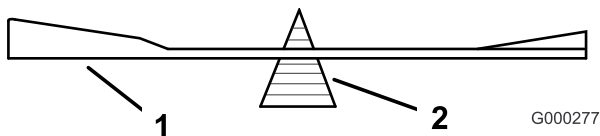
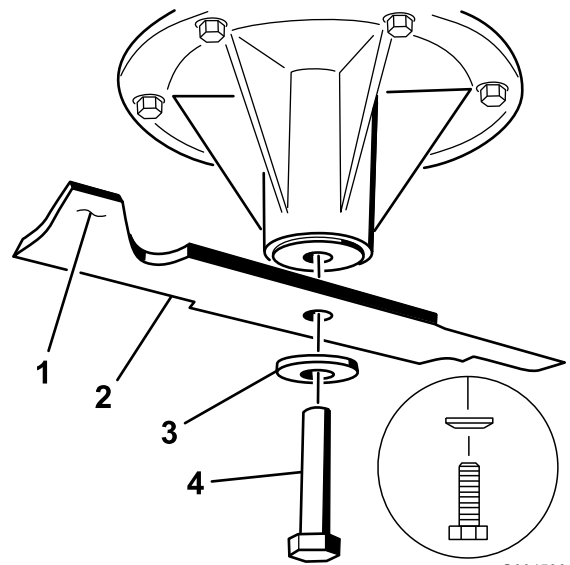

Figura 96
Figura 97
2. Verifique el equilibrio de la cuchilla colocándola sobre un equilibrador de cuchillas (Figura 96). Si la cuchilla se mantiene horizontal, está equilibrada y puede utilizarse. Si la cuchilla no está equilibrada, rebaje algo el metal en la parte de la vela solamente (Figura 97). Repita este procedimiento hasta que la cuchilla esté equilibrada.
1. Instale la cuchilla en el eje (Figura 97).
2. Instale la arandela de muelle y el perno de la cuchilla. El cono de la arandela de muelle debe estar orientado hacia la cabeza del perno (Figura 97). Apriete el perno de la cuchilla a 115-150 Nm (85 –110 pies-libra).